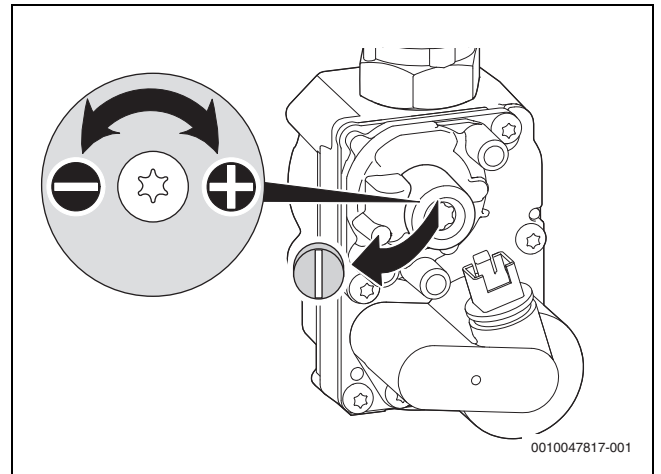

Fig. 40 Retrait du scellé de la vis de réglage
- ▶ Si la valeur se situe entre 0 et -0,1 mbar, régler la pression différentielle comme indiqué ci-dessous (→ Figure 40).